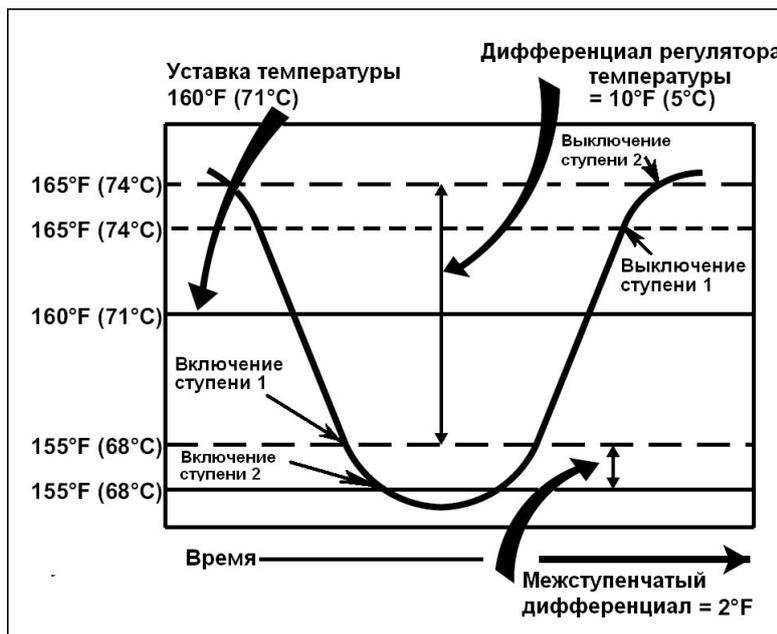

Рис. 19 Межступенчатый дифференциал регулятора температуры.
**Межступенчатый дифференциал (STG DIFF).** Межступенчатый дифференциал - это величина падения температуры, при которой должна включиться следующая ступень горелки. Если какая-либо из ступеней включена, следующая ступень не будет включена, пока температура не станет меньше на межступенчатый дифференциал от той, при которой была включена предыдущая ступень. Межступенчатый дифференциал задается параметром STG DIFF в меню настройки (Adjust menu) (рис. 19).
**Boiler start (BOIL START - Запуск котла).** Температура включения котла – теоретическая температура воды на выходе из котла, с которой вода должна поступать в систему, когда температура наружного воздуха равна значению параметра OUTDR START. Параметру BOIL START обычно присваивается значение желаемой температуры в здании (см. рис. 19).